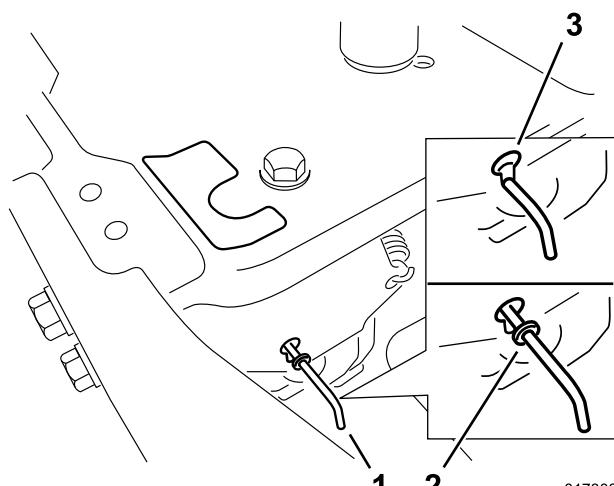

図 36
- バイパスレバーをキー穴に沿って前に動かし、更に下に動かしてロックする図 36。
バイパスレバーをキー穴に沿って後方に動かし、更に下に動かしてロックする図 36。